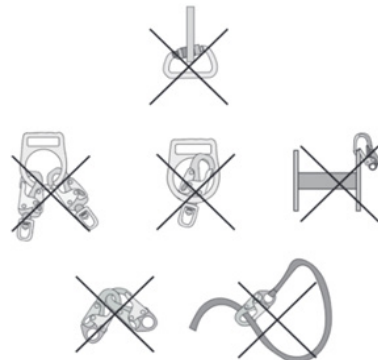

Figure 5: Mauvaises connexions
7.5 ÉTABLIR DES LIENS : L'équipement (y compris les mousquetons) utilisé avec le SRD doit être autobloquant et compatible en termes de taille, de forme et de résistance. N'utilisez pas d'équipement non compatible. Avant toute utilisation, assurez-vous que tous les connecteurs sont complètement fermés et verrouillés. Ne pas connecter les mousquetons : (voir figure 5)